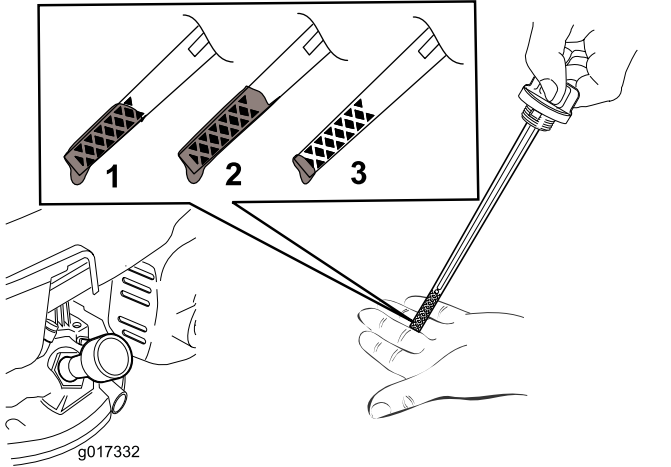

图7
2. 逆时针旋转并拉出量油尺盖，取出量油尺（图7）。
7. 查看量油尺上的油位（图7）。